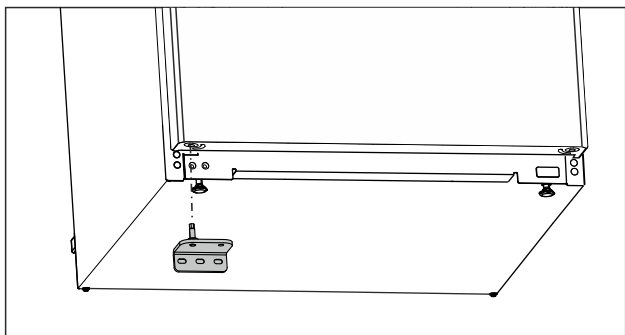

Fig. 24
- ▶ Vložte spodní stojan ložiska na opačné straně. (viz Fig. 24)